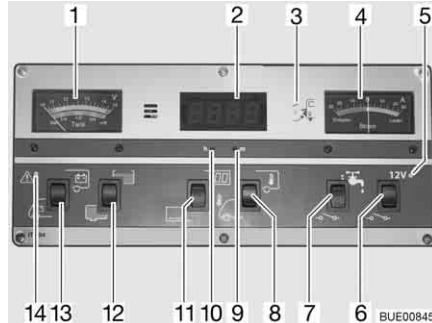

Fig. 157 Painel de controlo IT 994
No indicador V/Reservatório (Fig. 157,1) tenha em conta a escala superior. O indicador é automaticamente iluminado, logo que for premido um interruptor.
- Prima o interruptor basculante (Fig. 157,13) em baixo: É indicada a tensão da bateria de arranque.
- Prima o interruptor basculante (Fig. 157,13) em cima: É indicada a tensão da bateria do habitáculo.
No indicador V/Reservatório (Fig. 157,1) tenha em conta a escala inferior. O indicador é automaticamente iluminado, logo que for premido um interruptor.
- Prima o interruptor basculante (Fig. 157,12) em cima: É indicada a quantidade de água.
- Prima o interruptor basculante (Fig. 157,12) em baixo: É indicada a quantidade de águas residuais.
A luz vermelha de aviso ALARME (Fig. 157,14) fica a piscar, logo que a tensão da bateria do habitáculo 11 V (medição durante o funcionamento) desça abaixo do nível mínimo, havendo assim ameaça de descarregamento total.
- Prima o interruptor basculante (Fig. 157,11) em cima: A indicação do relógio digital está ligada. A indicação da temperatura está pronta a funcionar.
- Prima o interruptor basculante (Fig. 157,11) em baixo: As indicações do relógio digital e da temperatura estão desligadas.
- Prima, com um objeto fino, por ex., a ponta de uma esferográfica, no orifício da indicação das horas (Fig. 157,10), até ser mostrado o número pretendido das horas.
- Prima, com um objeto fino, por ex., a ponta de uma esferográfica, no orifício da indicação dos minutos (Fig. 157,9), até ser mostrado o número pretendido dos minutos.
- Prima o interruptor basculante (Fig. 157,8) em cima: É indicada a temperatura interior.
- Prima o interruptor basculante (Fig. 157,8) em baixo: É indicada a temperatura exterior.
No indicador da corrente (Fig. 157,4) é constantemente indicada a corrente que flui através da bateria. O indicador é automaticamente iluminado, logo que for premido um interruptor.
O interruptor principal de 12 V (Fig. 157,6) liga e desliga o painel de controlo e a alimentação de 12 V do habitáculo.
Ligar: ■ Prima o interruptor basculante (Fig. 157,6) em cima: É ligada a alimentação de 12 V do habitáculo. A luz piloto (Fig. 157,5) acende-se com luz verde.
Desligar: ■ Prima o interruptor basculante (Fig. 157,6) em baixo: É desligada a alimentação de 12 V do habitáculo. A luz piloto (Fig. 157,5) apaga-se.
A luz piloto de 12 V (Fig. 157,5) acende-se, quando está ligado o interruptor principal de 12 V (Fig. 157,6).
A luz piloto amarela de 230 V (Fig. 157,3) acende-se, quando à entrada da central elétrica existe tensão de rede.
Ligar: ■ Prima o interruptor basculante (Fig. 157,7) em cima: O abastecimento de água está ligado.
Desligar: ■ Prima o interruptor basculante (Fig. 157,7) em baixo: O abastecimento de água está desligado.